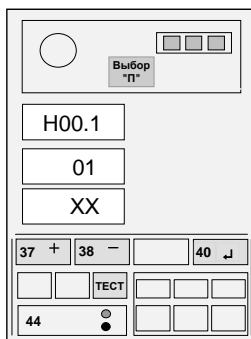

Рисунок 10
Кнопкой 44 установить на верхнем ИЖЦ код "Н00.1" (см. рисунок 10). При этом на средний ИЖЦ выдается код типа крана в соответствии с таблицей 2.
4.5.4 Нажимая кнопку ВЫБОР "П" (36), установить (см. рисунок 10) на верхнем ИЖЦ код "H02" (индикация вылета стрелы).